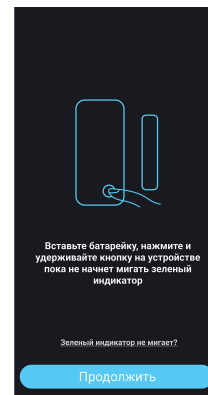

Рис. 1
7. Далее следуйте пошаговой инструкции по подключению в приложении. Для включения режима «Сопряжение» на сенсоре открытия необходимо нажать на кнопку на корпусе устройства, начнет мигать зеленый индикатор (рис.1).